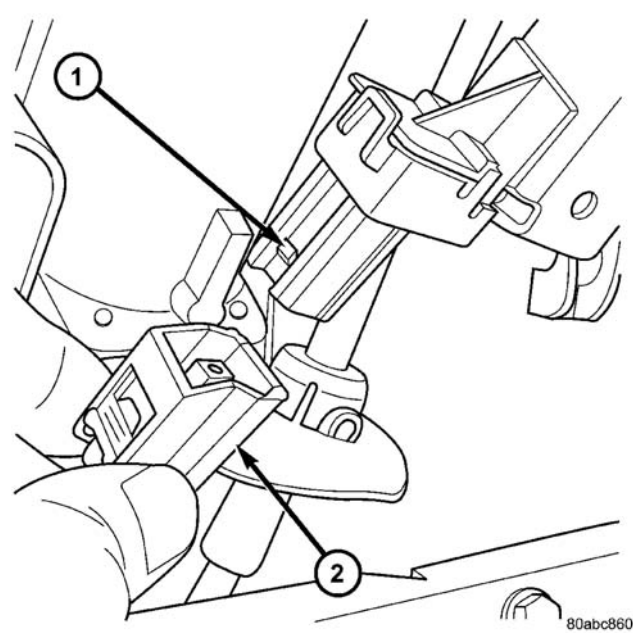

图 216 BTSI 电磁线圈插接器
- （5）断开制动/变速器换档互锁（BTSI）电磁线圈插接器（图 216）。